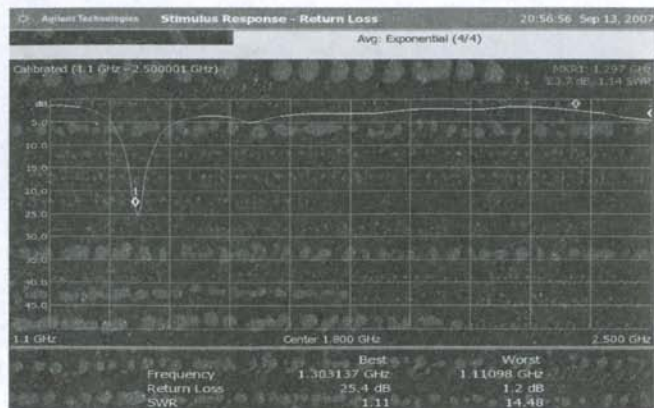
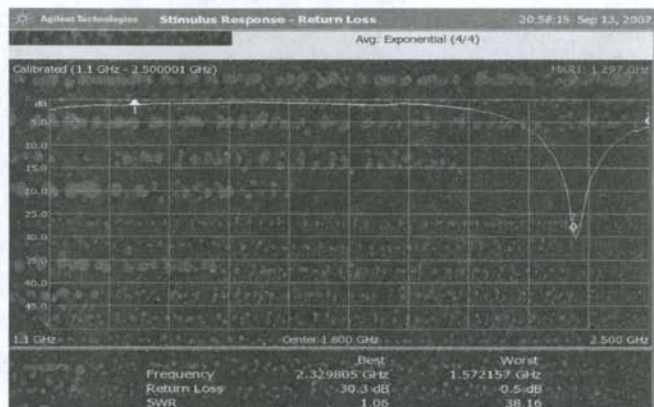

Fig. 14 Return loss for free space - 1297 MHz
Fig. 15 Return loss for free space - 2318 MHz: 27.4dB (Marker 2)
Die Impedanzanpassung (S_{11} , S_{22}) für den Freiraum ist in Abb. 14 und Abb. 15 gezeigt. Die Isolation (S_{21}) zwischen den Loops beträgt im Freiraum 17.4 dB bei 1296 MHz und 15.7 dB bei 2320 MHz. Für diese
- Abb. 14 Returnloss im Freiraum - 1297 MHz
- Abb. 15 Returnloss im Freiraum - 2318 MHz: 27.4dB (Marker 2)